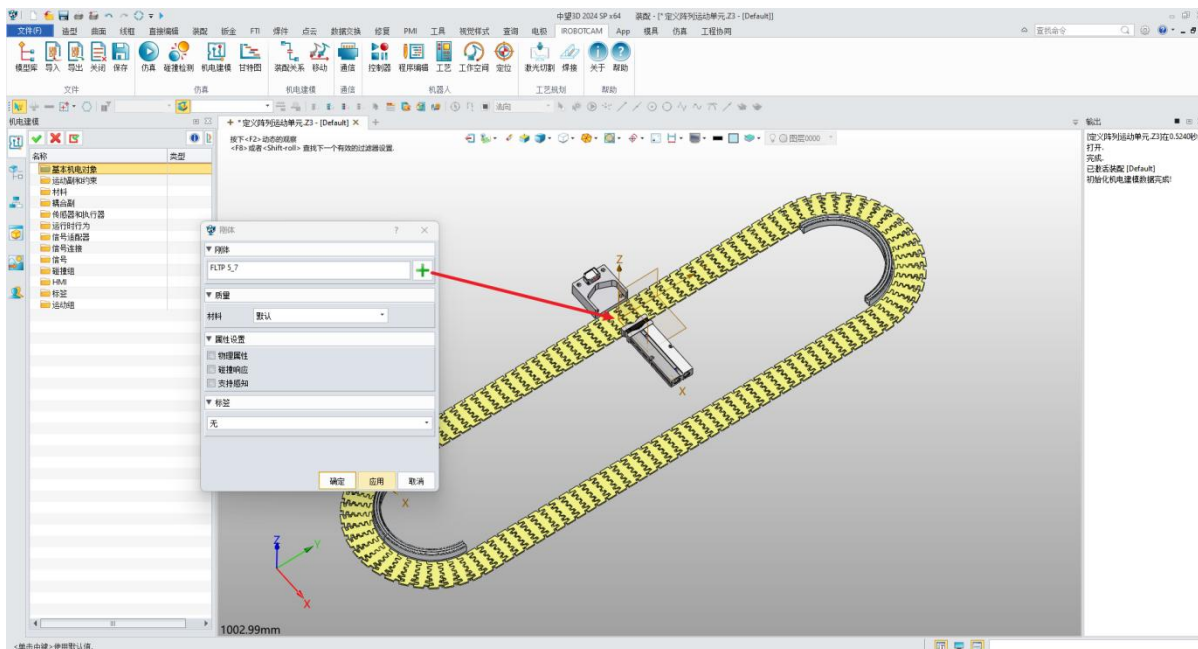

图 7-6: 刚体参数信息
- 在“基本机电对象”面板中右键单击，然后选择“添加刚体”以打开“添加刚体”窗口。（图 7-6）